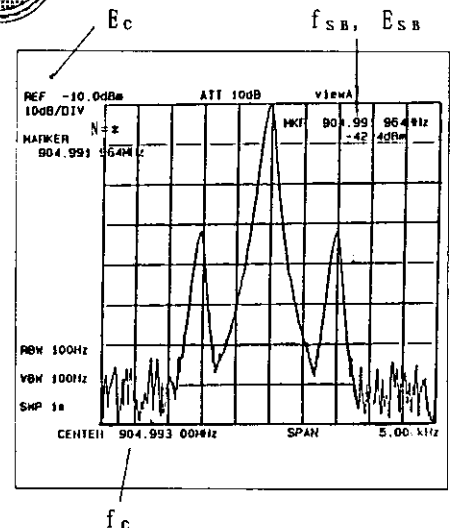

図 5-24 FM変調指数 m が小さい場合の m の求め方
- ① 中心周波数、周波数スパンを搬送波を観測しやすいように設定し、搬送波レベルを基準レベルに合わせます。
- ③ 中心周波数の表示から搬送波の周波数 f_c を基準レベル表示から搬送波のレベル E_c を読みます (図 5-24)。
- ④ 第一側帯波に Δ マーカを合わせ、 Δ マーカの表示からその周波数 f_{SB} とレベル E_{SB} を読みます。(図 5-24)。